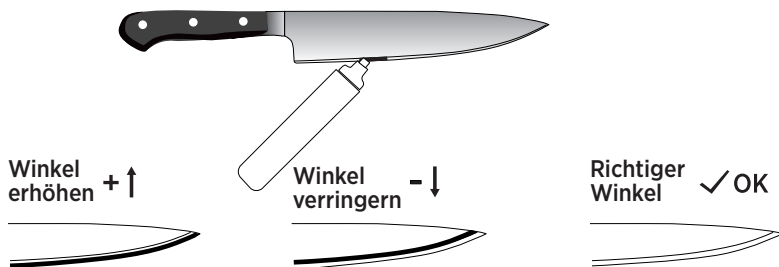

Fig. 11
Tragen Sie einen Marker auf die Schneide auf. Passen Sie die Tragstange nach Bedarf nach oben oder unten an und schleifen Sie die Kante vorsichtig. Wenn der Marker vollständig entfernt ist und eine saubere Kante sichtbar wird (Siehe Fig. 11), zeigt der Winkelwert auf der Skala (A oder B) den richtigen Schleifwinkel an.
3. Drehen Sie den Winkelarretierknopf, um die Stützstange nach Bedarf nach oben oder unten zu bewegen, und schärfen Sie die Schneide vorsichtig. Wenn der Marker auf der Klinge vollständig entfernt ist, erscheint eine saubere Schneide (Siehe Fig. 11).